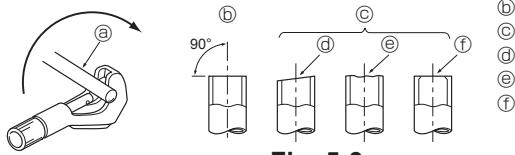

Fig. 5-3
5.2.1. Sečenje cevi (Fig. 5-3)